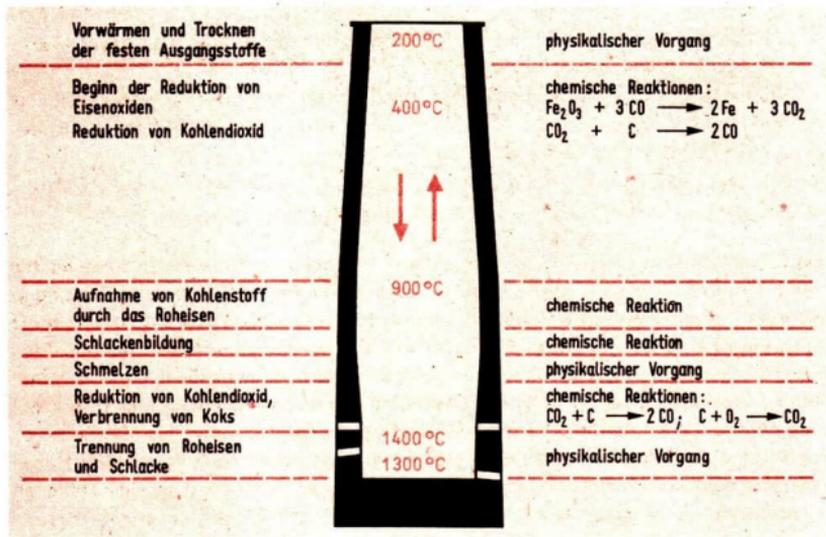

Abb. 60 Im Hochofen laufen chemische Reaktionen und physikalische Vorgänge ab.
Der Hochofen hat annähernd die Form eines aufrecht stehenden Zylinders. Er wird von oben abwechselnd mit einem Gemisch aus Eisenerz und Zuschlägen und mit Koks beschickt. Diese festen Stoffe bewegen sich im Ofen infolge der Schwerkraft nach unten. Das Profil des Ofens ist nach unten etwas erweitert, damit die festen Stoffe an der Wandung nicht zu stark reiben und sich nicht stauen können. Eisenerze, Zuschläge und Koks werden beim Sinken chemisch umgewandelt (Abb. 60). Da der Koks verbrennt und Gase (z. B. Kohlenmonoxid und Kohlendioxid) entweichen, haben die von oben kommenden Stoffe schließlich ein kleineres Volumen. Außerdem beginnen die festen Stoffe zu schmelzen und bieten so der Ofenwand weniger Widerstand. Das Ofenprofil nimmt daher wieder ab. Im unteren Teil des Hochofens trennen sich flüssiges Roheisen und flüssige Schlacke. Da das Roheisen eine größere Dichte als Schlacke besitzt, befindet sich die Öffnung zum Abstich des Roheisens unter der Öffnung für das Abfließen der Schlacke. ① ② ③ ④ ⑤
- ① Nenne die chemischen Reaktionen bei der Herstellung von Roheisen, bei denen Kohlenmonoxid beziehungsweise Kohlendioxid entsteht!
- ② Erläutere die Bedeutung der internationalen Zusammenarbeit sozialistischer Länder für die Roheisenproduktion der Deutschen Demokratischen Republik (↗ Geographieunterricht)!
- ③ Wieviel Tonnen Eisen(III)-oxid müßten durch Kohlenmonoxid reduziert werden, wenn ein mittlerer Hochofen täglich 700 t Roheisen erzeugt? (Das Roheisen wird reinem Eisen gleichgesetzt.)
- ④ Nenne die Vorgänge, die beim Stofffluß der festen Stoffe im Hochofen auftreten! Teile sie in chemische Reaktionen und physikalische Vorgänge ein!
- ⑤ Begründe den Standort der 3 Eisenhüttenkombinate unserer Republik (↗ Atlas)!